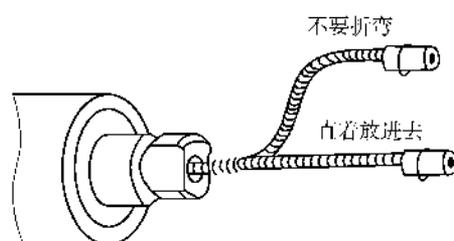

图 15-18 送丝软管不折弯
在装入送丝软管时要小心,不能使之折弯变形,如图15-18所示。否则,变形后的送丝软管的送丝性能不好。因此,整把焊枪或单独的送丝软管在存放时,也应注意不要使送丝软管折弯变形。
d. 穿入截好的送丝软管。同样也要注意,穿送丝软管时不要使之折弯变形,如图15-18所示。